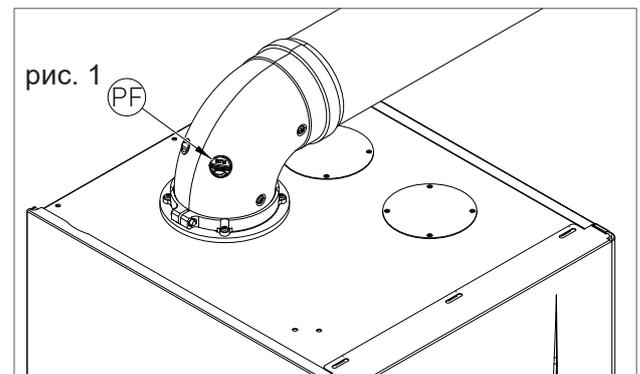

рис. 1
- › Вставьте зонд анализатора дымовых газов в соответствующий штуцер анализа дымовых газов «PF» (рис. 1), после чего проверьте, соответствует ли значение CO2 тому, что приведено в главе «Технические характеристики», в противном случае открутите защитный винт «А» (рис. 2) и отрегулируйте при помощи ключа-шестигранника на 4 винт «2» (рис. 2) регулятора смещения. Для того чтобы увеличить значение CO2, необходимо вращать винт по часовой стрелке, а чтобы его уменьшить — против часовой стрелки. После завершения регулировки затяните защитный винт «А» (рис. 2) на регуляторе смещения.